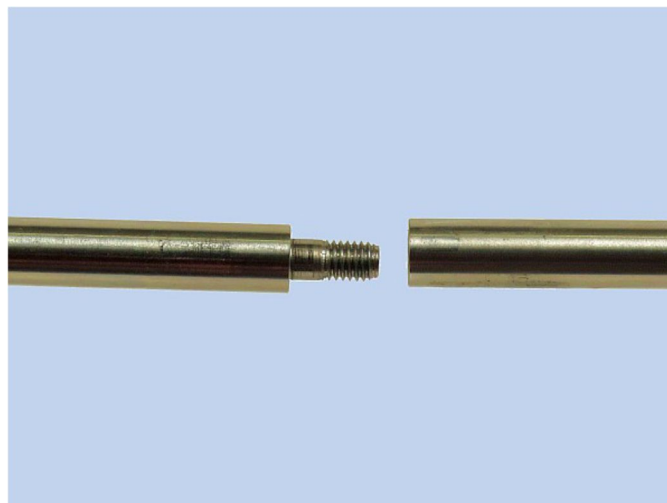

Fig. 3
- Prima di tutto avvita le due aste insieme (Fig.3).